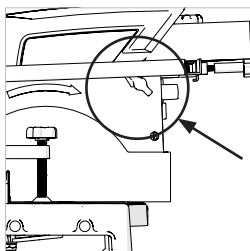

Fig. 23a
- Asegúrese de que la mesa está en su ajuste más bajo **(véase Fig. 23a y 23b)**.
1. Ajuste de la altura de la mesa (Fig. 23a y 23b)